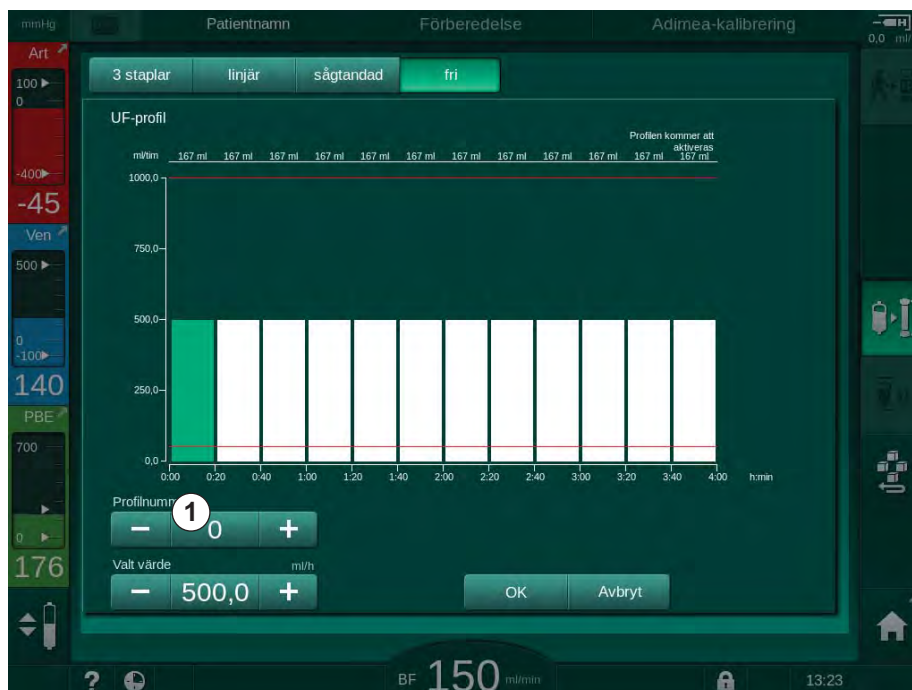

Bild 5-15 UF-profilval
4. För att välja en av de 10 förinställda fritt redigerbara profilerna, tryck på knappen + eller – i *Profilnummer* grupprutan (Bild 5-15, ① ) eller ange profilnummer 1 till 10 direkt i fältet.